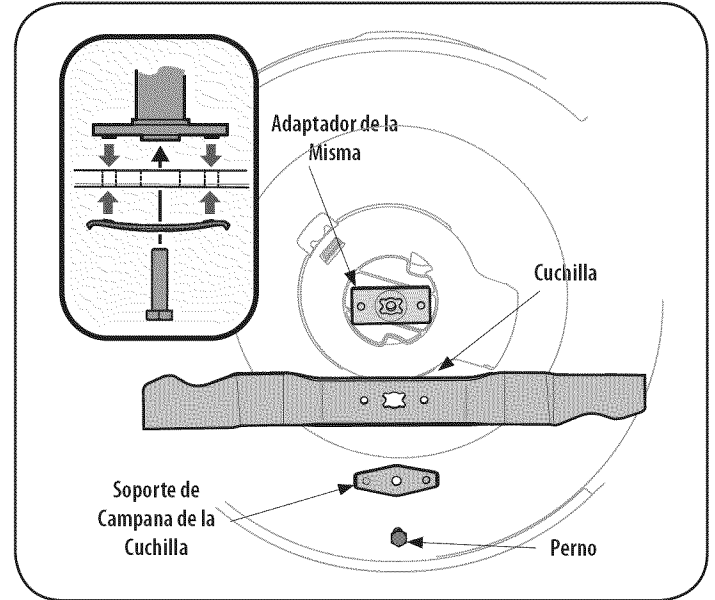

Figura 16
2. Saque el perno y el soporte de campana de la cuchilla que sostienen la cuchilla y el adaptador de la misma al cigüeñal del motor. Vea la Figura 16.
5. Lubrique el cigüeñal del motor y la superficie interna del adaptador de la cuchilla con aceite ligero. Deslice el adaptador de la cuchilla sobre el cigüeñal del motor. Instale la cuchilla en el adaptador con el lado marcado "Bottom" (inferior) (o con el número de parte) hacia el piso cuando la cortadora de césped está en posición de funcionamiento. Asegúrese que la cuchilla quede alineada y asentada en las bridas del adaptador. Vea la Figura 16 inserto.